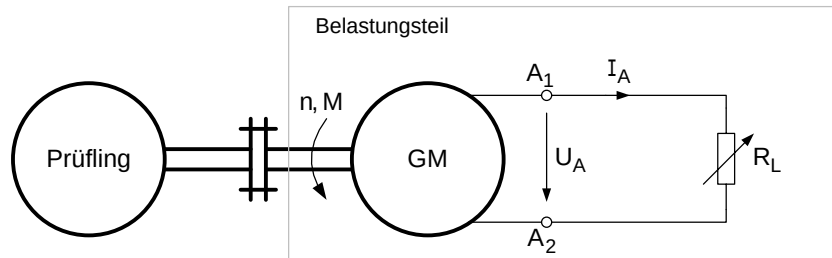

Bild 2.1: Übersicht der Anordnung
- Zeichnen Sie das elektrische Ersatzschaltbild des Belastungsteils aus Bild 2.1 in das Lösungsblatt ein.